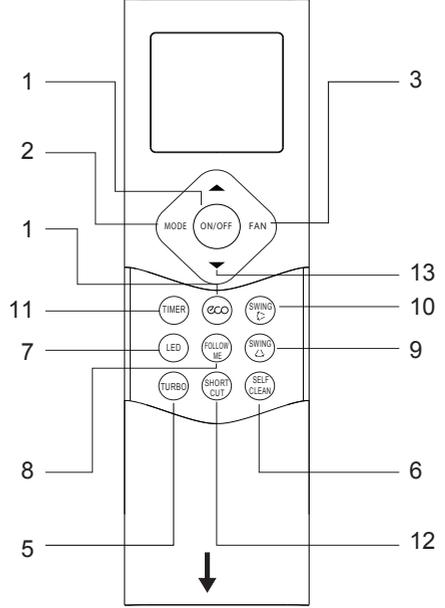

fig. 1 -
Kumanda ("fig. 1 -"), bir dizi tuş ve ünitenin doğru kullanımı amacıyla kullanıcı ve montajcı için gerekli tüm aktif fonksiyonları ve çeşitli parametreleri gösteren bir ekrandan oluşur.
6. **SWING fonksiyonu** (kumanda göstergesinde görüntülenmez, iç ünite göstergesi fonksiyon aktif hale geldikten sonra "ON" yazısını 3 saniye boyunca gösterir, fonksiyon devre dışı kaldıktan sonra ise "OF" yazısını 3 saniye boyunca gösterir). "SWING" tuşuna basıldığında deflektörün otomatik hareketi aktif hale gelir. Kanadın otomatik hareketini etkinleştirmek için "SWING" düğmesini (bölüm 9 "fig. 1 -") basılı tutun. Kanadın konumunu 6 ° ayarlamak için "SWING" (bölüm 9 "fig. 1 -") düğmesine bir kez basın.
8. Anahtar kilidi. "TURBO"(bölüm 5 "fig. 1 -") ve "SELF CLEAN"(bölüm 6 "fig. 1 -") düğmelerine aynı anda bir saniye boyunca basılması, uzaktan kumanda tuş takımı kilidini etkinleştirir / devre dışı bırakır.
9. Kısayol İşlevi. Mevcut ayarları ezberler ve bunların hızlı bir şekilde geri çağırılmasını sağlar. Mevcut ayarları kaydetmek için "SHORTCUT" (bölüm 12 "fig. 1 -") düğmesine 2 saniye basın. Kaydedilen ayarları geri çağırarak için "SHORTCUT" (bölüm 12 "fig. 1 -") düğmesine basın.